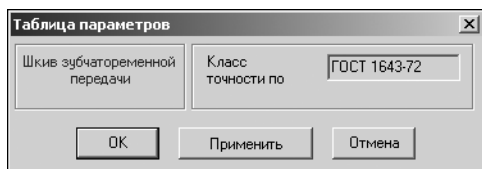

Рис. 4.64.
3. В раскрывшемся списке выберите команду **Таблица параметров**. Откроется одноименное команде окно (рис. 4.64), где указан тип элемента механической передачи (шкив зубчатременной передачи) и класс точности, заданный при расчете.